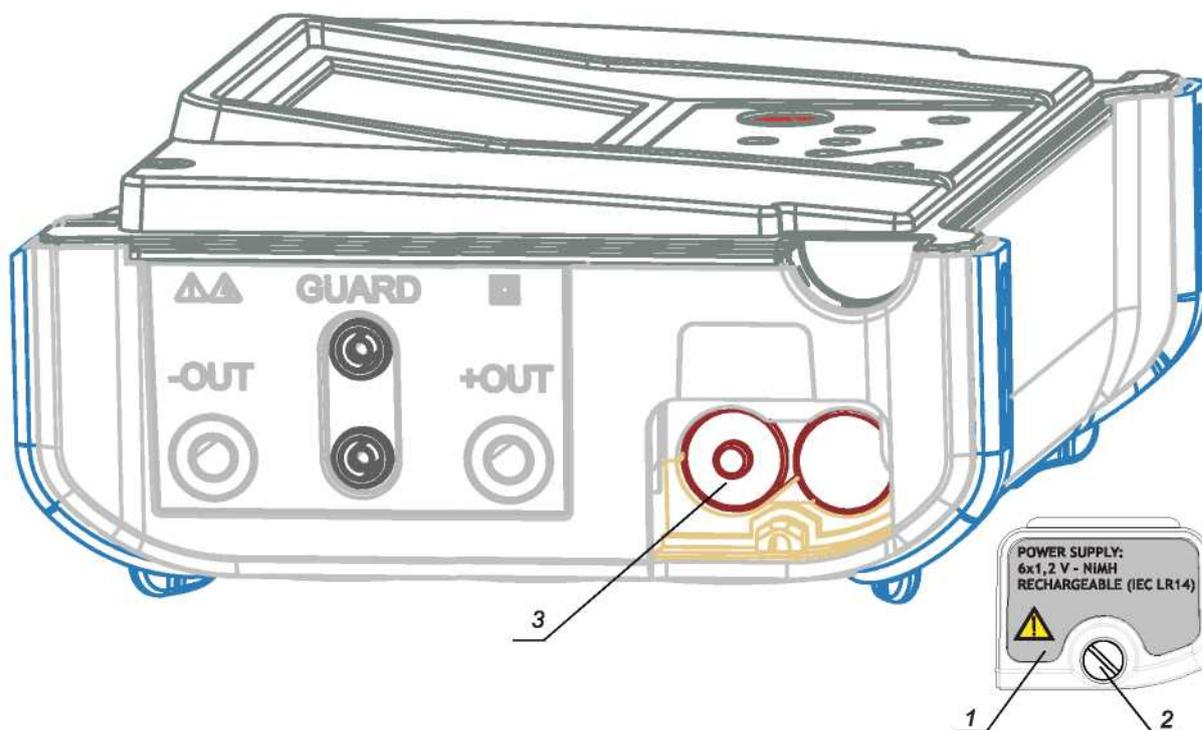

Рис. 15. Правильно установленные батареи
Батарейный отсек располагается в нижней части корпуса прибора и закрыт крышкой (см. **Рис. 15**). При первоначальной установке батарей, необходимо:
- ◆ Правильно установить батареи (см. **Рис. 15**), в противном случае прибор не будет работать!
Батарейный отсек располагается в нижней части корпуса прибора и закрыт крышкой (см. **Рис. 15**). При неисправности батарей необходимо сделать следующее:
- ◆ Правильно установите батареи (см. Рис. 15), в противном случае прибор не будет работать!
Номинальное напряжение питания равно 7.2 В постоянного тока. Используйте шесть NiMH элементов питания, размер которых соответствует IEC LR14 (габариты: диаметр = 26 мм, высота = 46 мм). Правильность выбора полярности при установке батарей приведен на **Рис.15**.